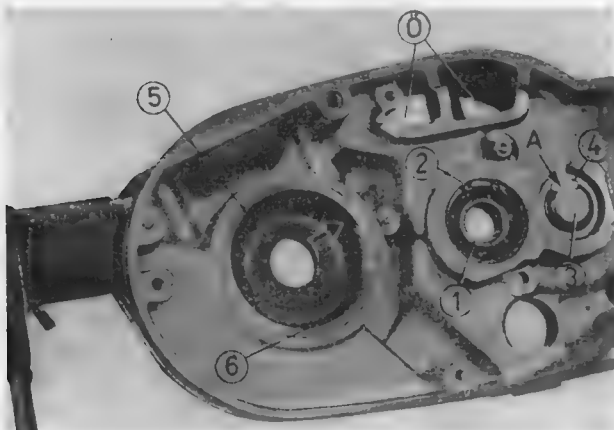

Bild 255. Linke Gehäusehälfte – Ölleitscheibe und Getriebelager
- Ölleitscheibe (5) für das Lager 6306 auf den Sprengling (6) vom Kurbelraum aus auflegen. Der am äußeren Rand der Ölleitscheibe an einer Stelle eingedrückte kleine Punkt zeigt zur offenen Stelle des Sprengringes und dient als Sicherung gegen Verdrehung (siehe Pfeile im Bild 255).
- Kurbelwellenhauptlager (3) mit Montagedorn (1) einsetzen. Die Ölleitscheibe wird dabei mit dem konischen Bund des Montagedornes zentriert (2).